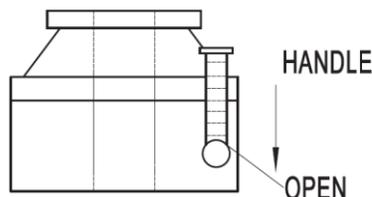

Рис.2
- рукоятка находится в положении открыто «OPEN», пневматическое управление разрешено, а дублиром – нет. При включении дублира выверните анкерный винт, рукоятка повернется в положение закрыто «CLOSE», редуктор должен быть повернут чтобы обеспечить зазор между червяком и валом. См. рисунок 2.